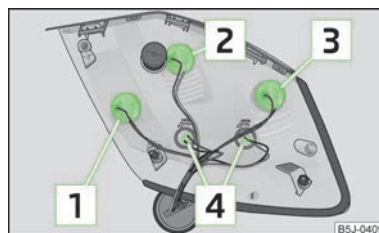

Fig. 155
Asignación de bombillas en la luz posterior » fig. 155.
- Para cambiar la bombilla girar el portalámparas hasta el tope en el **sentido contrario** al de las agujas del reloj y extraerla de la carcasa » fig. 155.